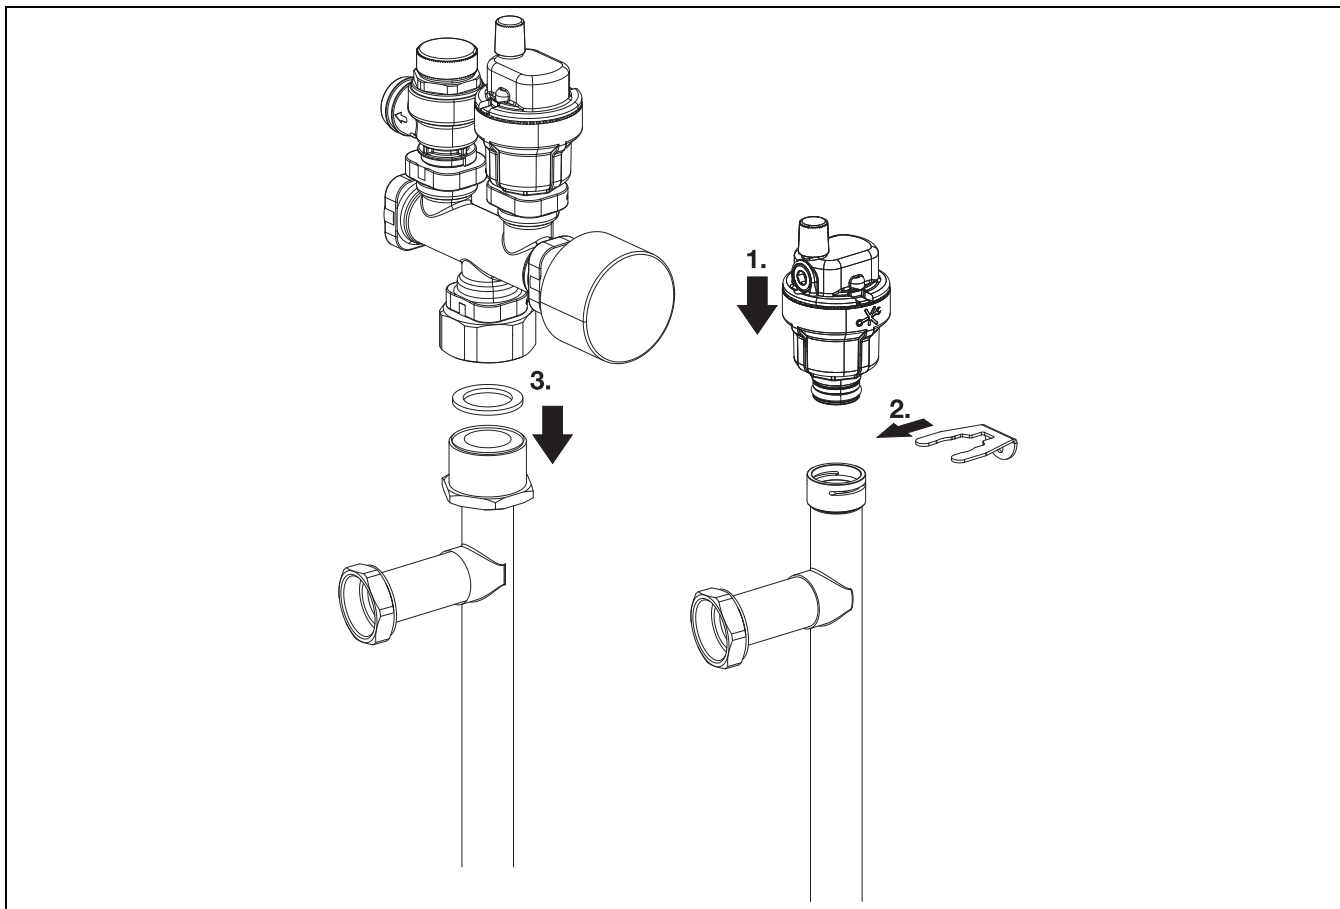

Bild 11 Sicherheitsgruppe und Entlüftungsventil
- ▶ Entlüftungsventil (→ siehe Abb. 11, [1]) in den Anschluss für Warmwassereintritt, und die Sicherheitsgruppe (→ siehe Abb. 11 [3]) in den Anschluss für Warmwasseraustritt installieren. Die Sicherheitsgruppe muss mit einem flachen Dichtungsring installiert werden.
- ▶ Die WW-Rohrleitungen der Inneneinheit und die Sicherheitsgruppe gemäß Abb. 11 installieren. Bei der Arbeit am unteren Anschluss können die Rohrleitungen zur gewünschten Seite gedreht werden.